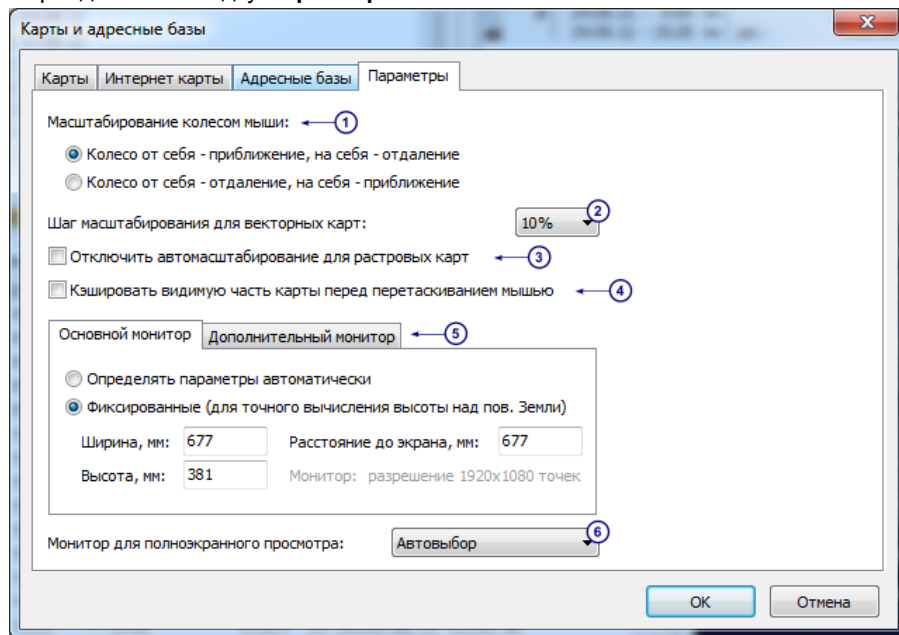

Рис.32 – Параметры работы с картой.
Выберите способ **Масштабирования** **колесом мыши** (рис.32,п.1):
Настройте **Шаг масштабирования** **для векторных карт** (рис.32,п.2):
- **Отключить автомасштабирование для растровых карт** (рис.32,п.3).
- **Кэшировать видимую часть карты перед перетаскиванием мышью** (рис.32,п.4). Данная опция позволяет уменьшить мерцания при перерисовке и ускорить вывод растровых карт.
- Если для работы в диспетчерской программе используются два монитора, то в строке **Монитор для полноэкранного просмотра** выберите монитор, на котором будет выводиться карта в полноэкранном режиме (рис.32,п.6):
Настройте параметры отображения карты на основном и дополнительном мониторах (рис.32,п.5) (вкладки **Основной монитор** и **Дополнительный монитор**, соответственно).